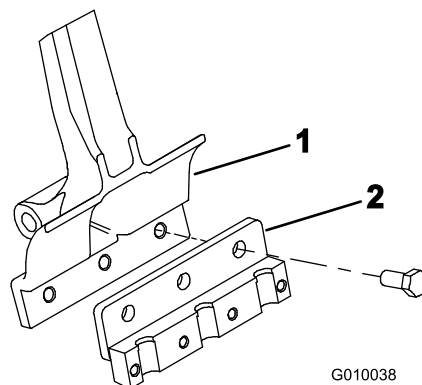

Figura 22
2. Su ciascun braccio delle fustelle montate un portafustelle usando 3 bulloni (1/2 x 1-1/4 poll.) (Figura 22). Serrare i bulloni a 101,6 Nm.